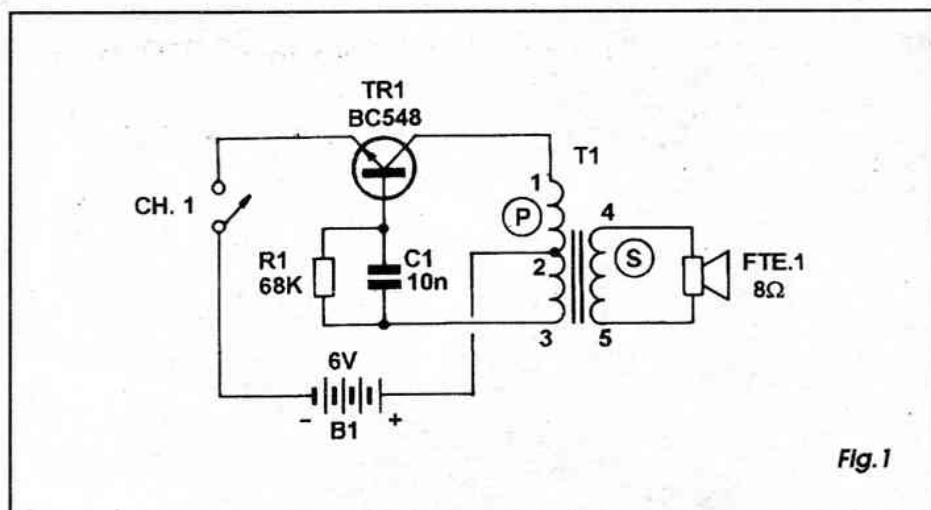

Fig. 1
- FIG. 1 - Um dos mais simples e tradicionais arranjos osciladores (agora caindo em desuso, pela lenta *obsolescência* dos circuitos baseados em transformadores...) é o denominado *tipo Hartley*, que trabalha com realimentação indutiva. Na verdade, nesse arranjo, o trafo não só ajuda a promover a realimentação (o *primário* tem uma terminação central...) como também promove a transferência do sinal gerado para o transdutor (alto-falante), executando ainda o necessário casamento de impedâncias... No seu arranjo típico, mostrado na figura, o trafo T1 é do tipo *de saída para transistores* (um componente já meio difícil de encontrar...), com um *primário* mostrando impedância normalmente de 100 ohms para mais, e contendo uma tomada central... O *secundário*, geralmente, tem baixa impedância, de modo a casar com o alto-falante (4 ou 8 ohms). Além da própria indutância do trafo, também os valores de R1 e/ou de C1 são determinantes da frequência de oscilação... Além disso, outros capacitores que podem ser anexados entre os terminais 1-3, ou 1-2, ou 2-3 do *primário* do trafo, também permitem determinar ressonâncias e frequências... Quanto ao elemento ativo - o transistor - normalmente admite várias equivalências, seja em pequena, média ou alta potência... Como a realimentação, responsável pelo início e manutenção da os-